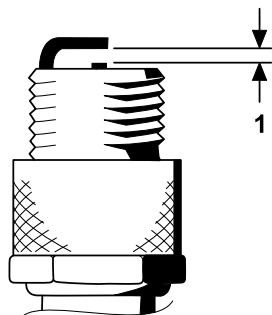

Figura 35
- Ajuste la distancia entre los electrodos central y lateral a 0,76 mm, tal y como se muestra en la Figura 35.